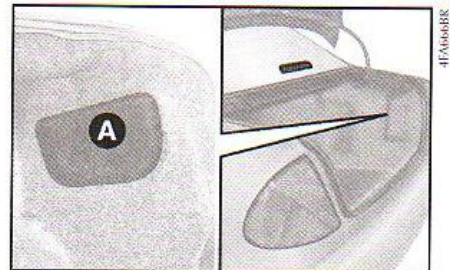

fig. 25
1) Por dentro do porta-malas, desprender o velcro da tampa de proteção **A**-fig. 25.